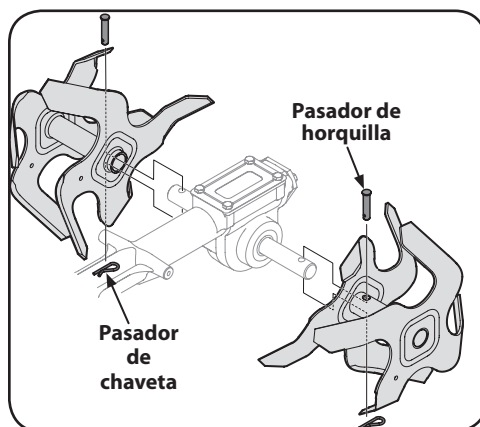

Figure 5-6
- Para retirar un conjunto de dientes, simplemente saque la chaveta de retén interna que sujeta la chaveta de horquilla como se ve en la Figure 5-6. Retire la chaveta de horquilla y deslice el conjunto hacia afuera de la unidad y lejos del eje de los dientes.